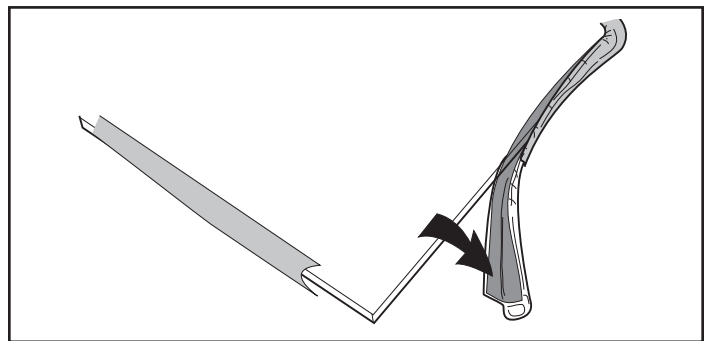

Figure 5.3 – Enrouler le matériau du joint autour du bord extérieur de la vitre.
1. En commençant du côté long, détachez la bande protectrice du joint sur une longueur de 152 mm (6 po), puis appliquez la face adhésive plate du joint autour du bord faisant face au côté extérieur de la vitre. Continuez à coller le joint à la périphérie de la vitre par section de 152 mm (6 po) et en prenant soin de ne pas étirer le matériau d'étanchéité. Ne superposez pas les extrémités du joint (figure 5.3).